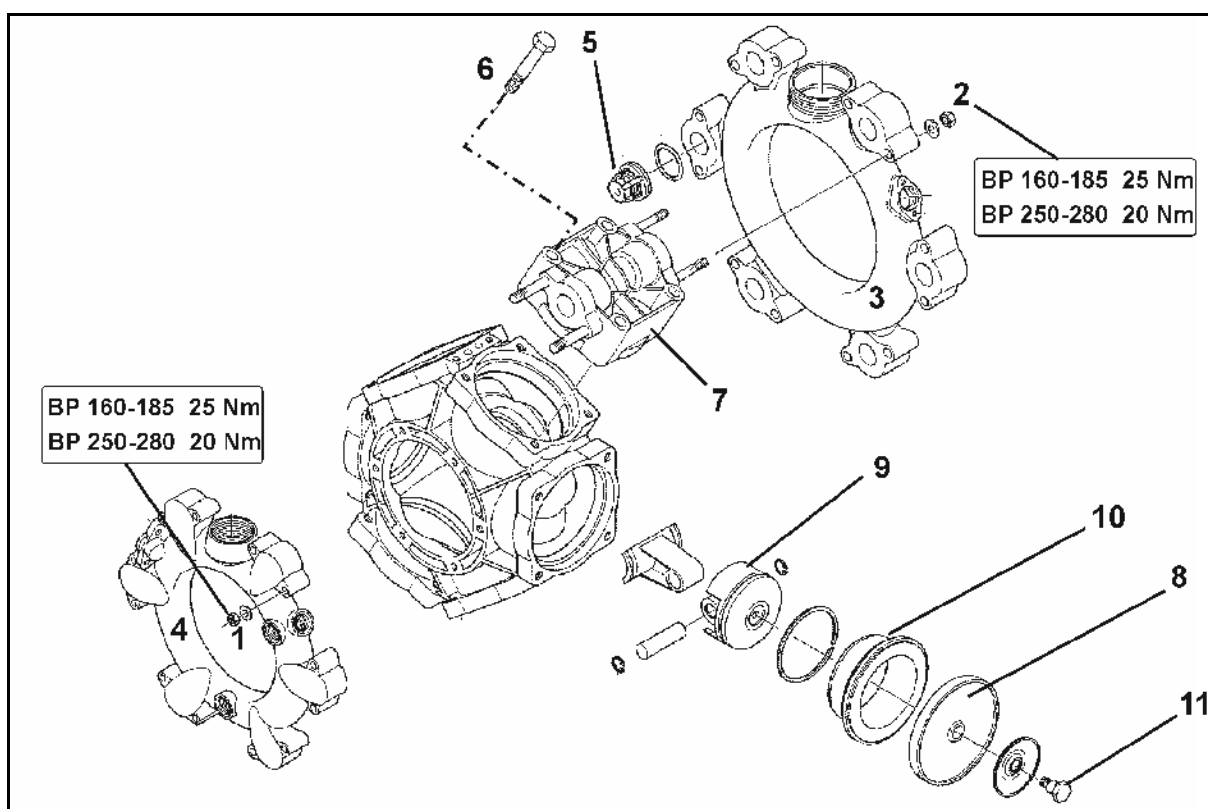

Fig. 143
2. Fjern møtrikker (Fig. 143/1, 2).
3. Suge- und trykrør (Fig. 143/3 og Fig. 143/4) afmonteres.
4. Ventilgruppen (Fig. 143/5) afmonteres.
5. Møtrikkerne (Fig. 143/6) fjernes.
6. Cylinderhovedet (Fig. 143/7) afmonteres.
7. Stempelmembranerne (Fig. 143/8) kontrolleres.